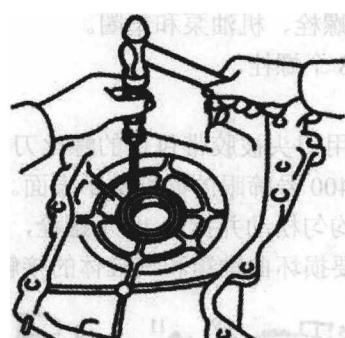
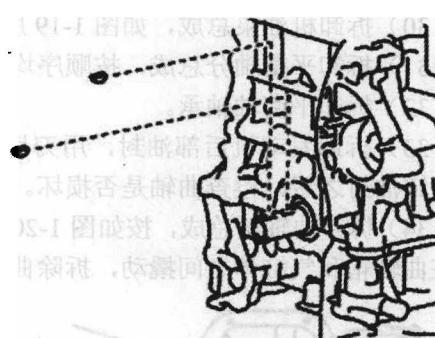

图 1-13 拆卸正时链条箱油封
图 1-14 拆卸带轮定位键
(15) 拆卸油底壳分总成，拆卸正时链盖分总成。
(16) 用螺钉旋具和锤子拆卸正时链条箱油封，如图 1-13 所示。
(17) 拆卸曲轴位置传感器齿板。
(18) 拆卸正时链条导向器。
(19) 拆卸链条张紧器滑块，拆卸链条减振器，拆卸链条分总成。
(20) 拆卸曲轴正时链轮。
(21) 从曲轴上拆卸两个带轮定位键，如图 1-14 所示。